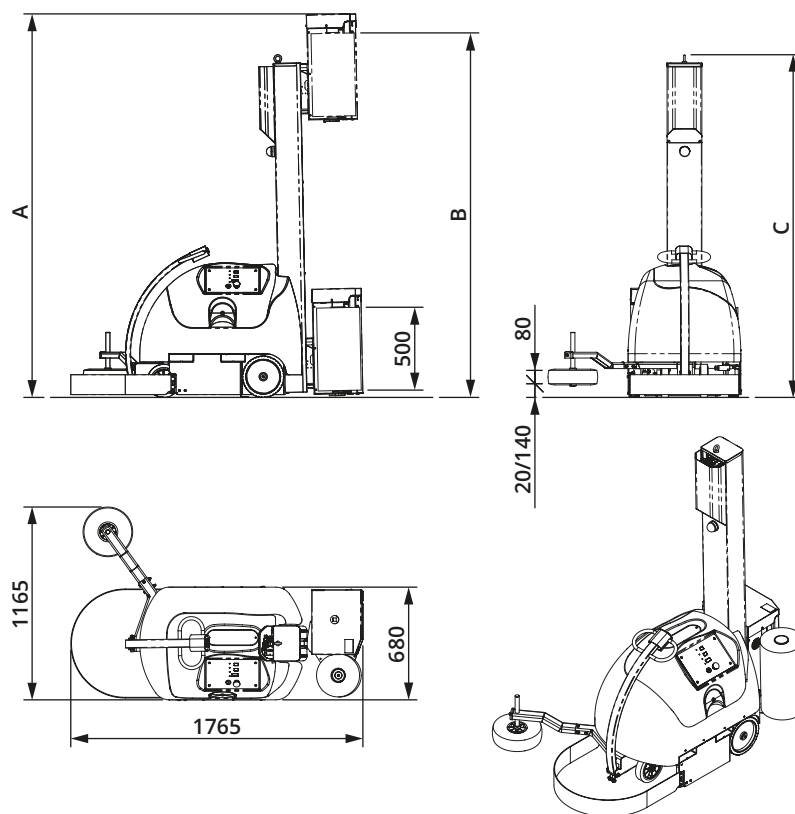

Fig. 27
• Dimensioner	See Fig. 27 side 43